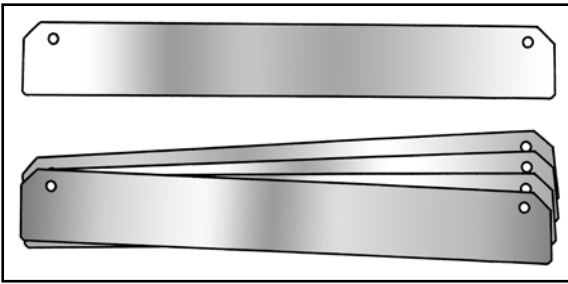

Abb. 2
- 3** Positionieren Sie die Einbau-Plattform im Fach der Installation und verwenden Sie dabei, falls notwendig, die Passbleche, um den Raum zwischen den Seiten des Fachs und der Plattform selbst abzudichten (**Abb. 2**).